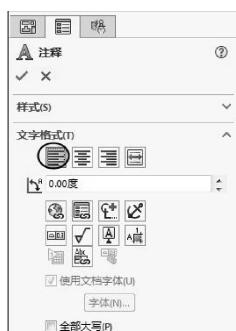

图 10-69 【注释】属性面板
- 21 标注注释。单击【注解】选项卡中【注释】按钮 A，在【注释】属性面板中设定选项，如图 10-69 所示。